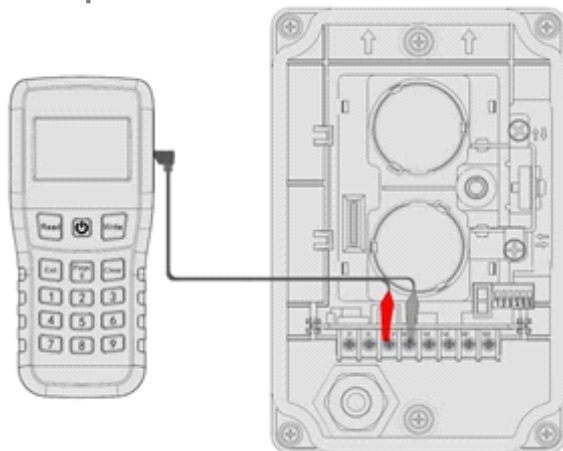

Figura 8: Detalhes da conexão para programação
Conectando o programador portátil aos terminais S1 e S2. Consulte a Figura 8.
- b. Depois de localizar a marca, afrouxe o parafuso M4x12 e ajuste horizontal ou verticalmente até a marca do laser no centro do espelho. Consulte a figura 8.